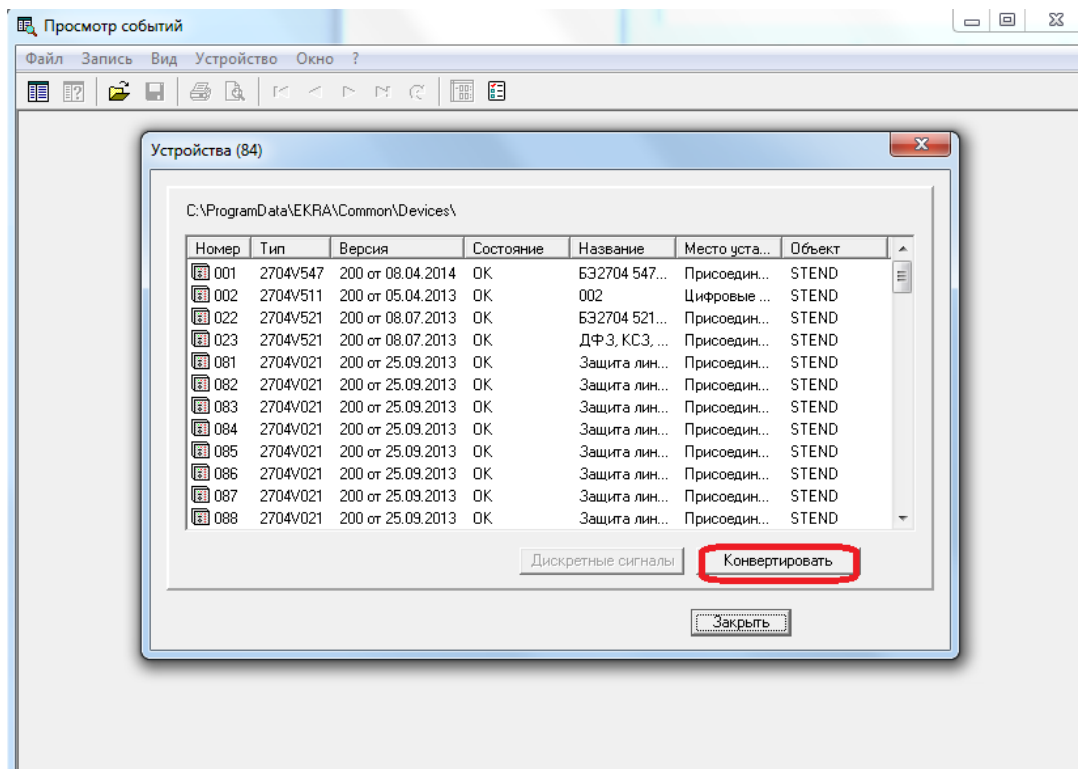

Рисунок 2.115
- выполнить конвертацию файлов конфигурации терминалов БЭ2704 и БЭ2502 в базу данных кодов событий при помощи программы **Просмотр событий**. Для этого запустить программу **Просмотр событий** из меню **Пуск**, затем в меню **Устройства** выбрать пункт **Список устройств**. В появившемся окне нажать кнопку **Конвертировать** (рисунок 2.115);